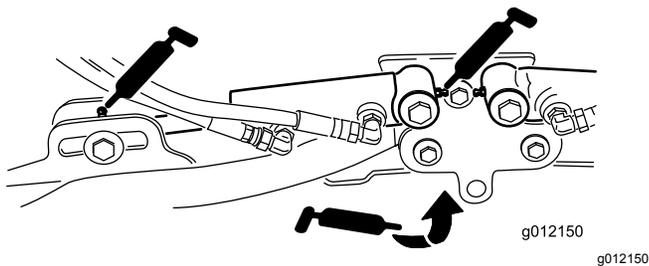

Figura 75
- Cilindri del braccio di sollevamento dell'apparato di taglio (2 cad.) (Figura 75)
- Perni del braccio di sollevamento (1 cad.) (Figura 75)